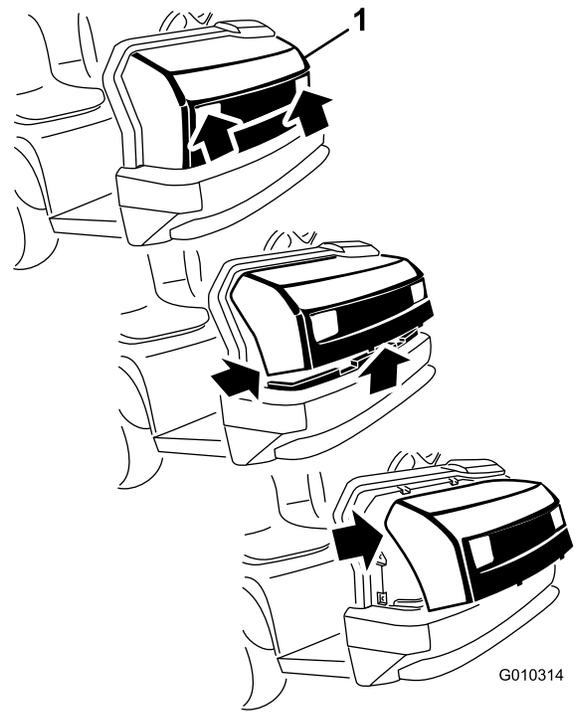

图39
1. 通过大灯开口抓住机罩的同时提起机罩以便从机架槽中松开下安装凸耳图39。
2. 将机罩的底部向上旋转直至可将上安装凸耳从机架槽中拉出图39。
3. 将机罩的顶部向前旋转从大灯上拔出电线接头图39。